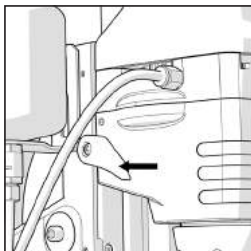

Fig. 13
- Bloquee el cabezal de corte sobre el desplazamiento en cola de milano en la posición requerida. La palanca de bloqueo está situada a mano izquierda en la carcasa de la caja de engranajes inferior. (**Fig. 13**)